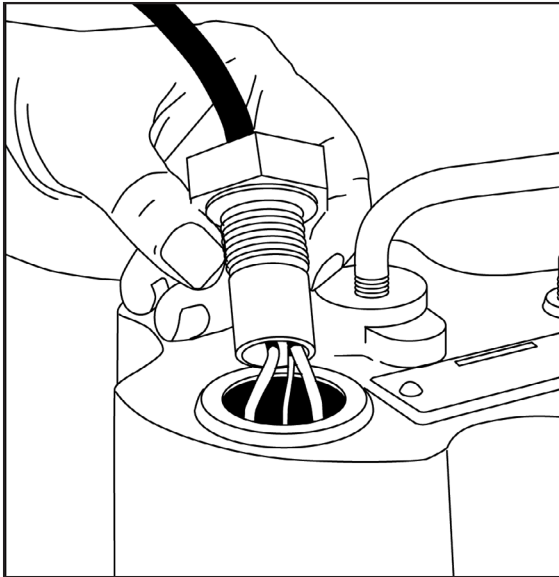

FIG. 14
2. Destornille el manguito del cordón y sáquelo de la caja. Fig. 14
3. Reemplace con un nuevo accesorio y cordón, verifique que la junta tórica esté en su lugar. Fig. 14